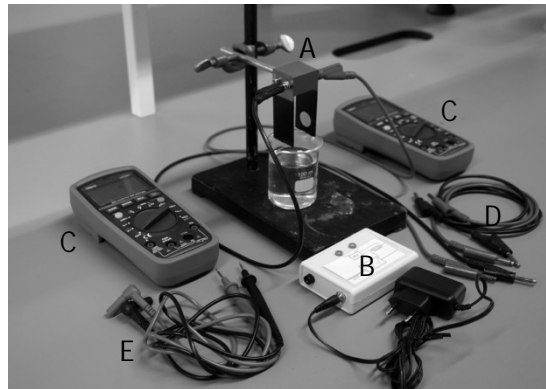

Abb. 3: Materialien für den Teil B
- Ein Paar vergoldeter Elektroden (A in Abb. 3)
- AC Spannungsversorger-Box (B) (ohne Kabel)
- Zwei Digitalmultimeter (C)
- Vier Kabel (1x rot, 1x Schwarz, 2x blau) (D) und zwei Multimeterkabel (1x rot, 1x Schwarz) (E)
In diesem Experiment sollen die elektrischen Leitwerte der Salzlösungen mithilfe der in Abbildung 3 dargestellten Materialien bestimmt werden. Ein Paar vergoldeter Elektroden wird dabei vollständig in die Salzlösung in einem Becherglas getaucht. An die Elektroden muss eine Wechselspannung mit einer hohen Frequenz (1 kHz) und einer geringen Spannung angelegt werden, um eine Elektrolyse in der Salzlösung zu vermeiden. Der Leitwert kann aus den Messwerten für Spannung und Strom durch die Salzlösung bestimmt werden.